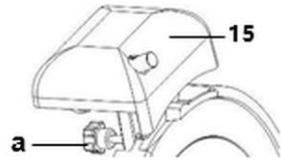

Рис. 9
2. Ослабити кріпильний гвинт (а) точилки (15) на задній панелі пристрою ( рис. 9).
3. Зняти точилку (15) з пристрою і повернути її на 180°.
4. Вставити точилку (15) в направляючу і затягнути кріпильний гвинт (а).
1. Зняти точилку з пристрою (рис. 9).
1. Зняти зібрану точилку з пристрою (рис. 9).